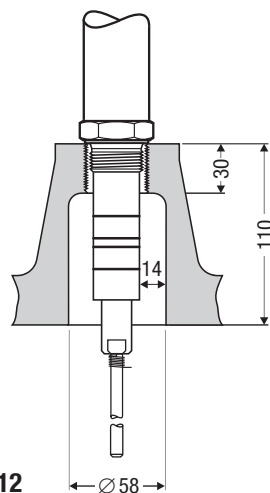

Fig. 12
- Se la sonda di livello **NRG 111-51** deve essere installata su tronchetto flangiato DN 50 utilizzare esclusivamente flange a cappello GESTRA. **Fig. 12.**
- Quando si utilizza la sonda **NRG111-51** considerare i valori limite di pH (10) e della conducibilità massima ammissibile (100 $\mu\text{S}/\text{cm}$ a 25°C).